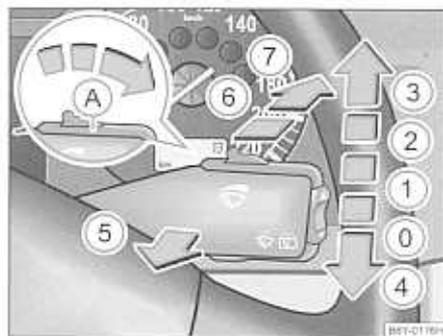

Fig. 39 Palanca de limpiaparabrisas
La palanca de limpiaparabrisas — fig. 39 tiene las siguientes posiciones:
El lavado de los cristales de los faros comienza sólo aprox. 3 segundos después de accionar la palanca a la posición (5) → página 62, fig. 39 durante aprox. 1 segundo. ▶